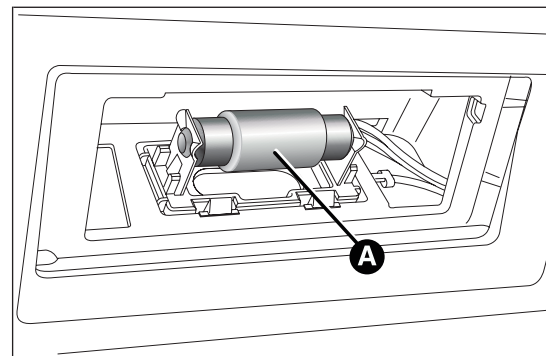

fig. 133
- ☐ sustituir la lámpara B fig. 133, soltándola de los contactos laterales;